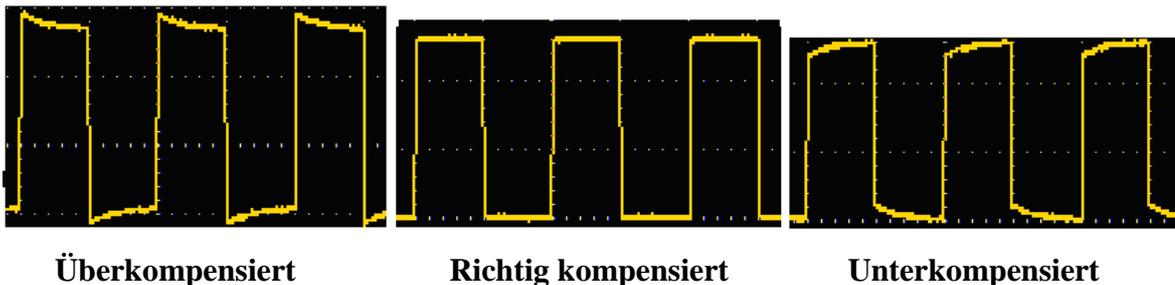
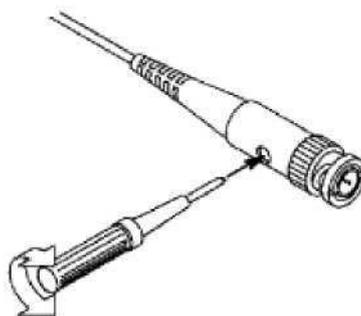

Abb. 3-6 Wellenformdarstellung der Tastkopfkomensation
Abbildung 3-7 Einstellen des Tastkopfs
2. Prüfen Sie die angezeigten Wellenformen und justieren Sie den Tastkopf, bis eine korrekte Kompensation erreicht ist (siehe *Abb. 3-6* und *Abb. 3-7*).